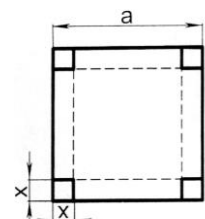

Рис. 5.10
5.16. З квадратного листа жерсті зі стороною  $a$  (рис.5.10) в кутах вирізають однакові квадрати  $x$ , загинаючи краї листа, роблять годівницю. При якому розмірі сторони квадрата  $x$  об'єм годівниці буде найбільшим?